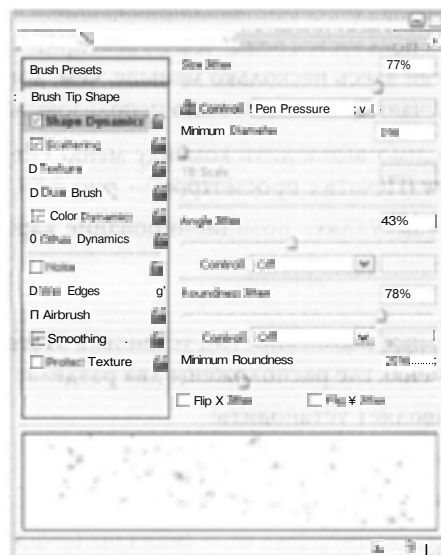

Рис. 5.85. Настройка изменения размера объекта по ходу мазка
**Shape Dynamics** ⇒ **Size Jitter** - здесь задаем изменение размера снежинки по ходу мазка (рис. 5.85).